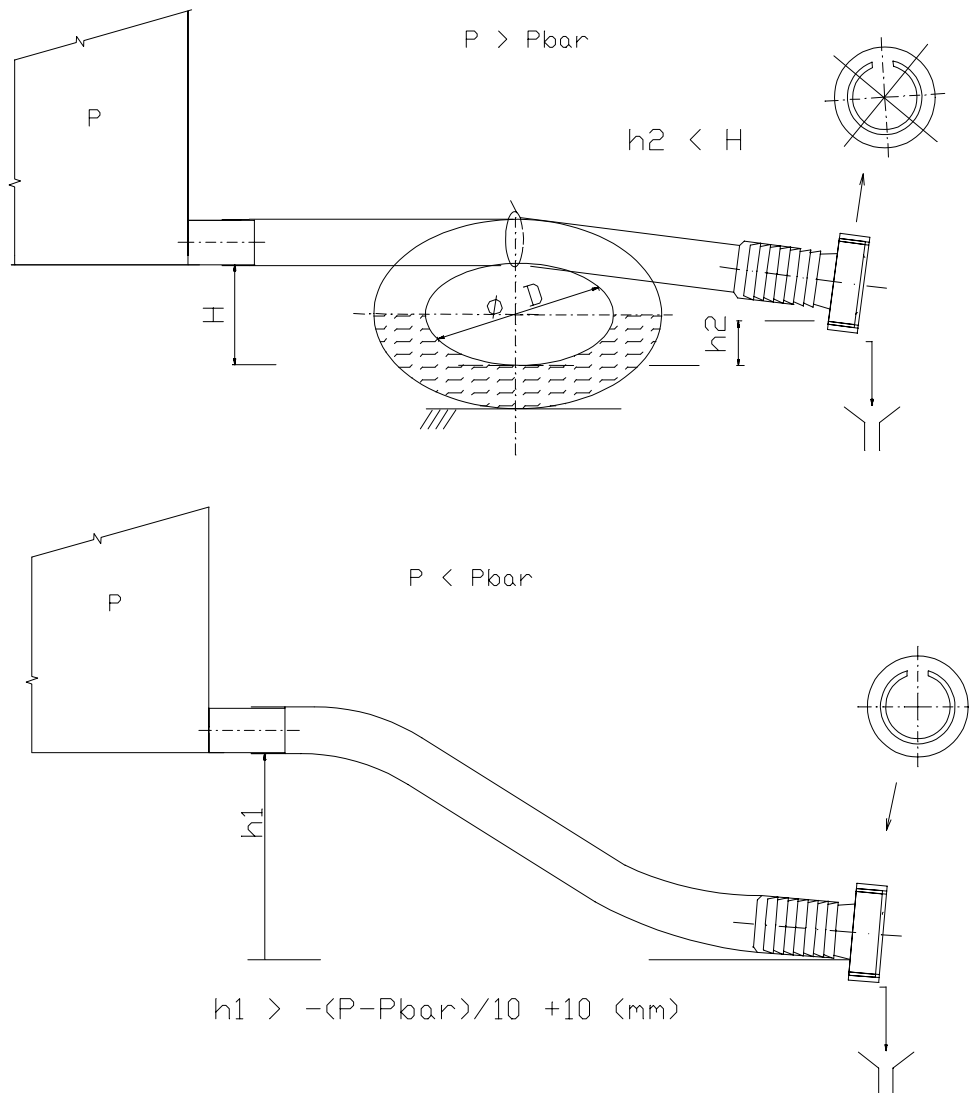

Fig. 6 – Reukafsluiters en waterslot
- Alle aansluitingen van lekbakken bij batterij-, warmterecuperatie- en bevochtigingssecties dienen voorzien van een reukafsluitend waterslot (fig. 6). Elke lekbak dient men een afzonderlijk waterslot te voorzien. De meegeleverde watersloten zijn gemaakt voor een maximale onderdruk van 700 mm. Bij hogere onderdrukken dient het waterslot berekend met volgende formule: